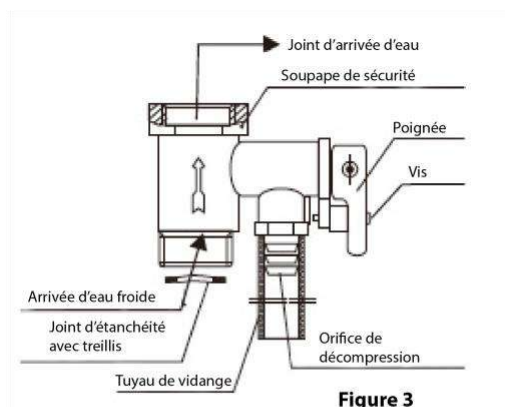

Figure 3
- Une soupape de sécurité (0,8 MPa, fournie avec les accessoires) doit être installée sur le raccord d'arrivée d'eau, conformément à la figure 3. ⚠ Vérifiez la réglementation en vigueur dans votre pays pour confirmer que l'usage de soupapes de sécurité est autorisé.
- Enroulez du ruban d'étanchéité sur le filetage pour assurer l'étanchéité. La flèche indiquée sur la soupape doit correspondre au sens du flux d'eau entrant dans le chauffe-eau (voir figure 3).
- Dans des conditions normales d'utilisation, la poignée de la soupape de sécurité (Fig. 3) doit être ouverte régulièrement afin d'éliminer les dépôts de carbonate de calcium. La méthode à suivre est la suivante : tirez la poignée de décharge vers le haut jusqu'à la position horizontale (si la poignée est équipée de vis, retirez-les à l'aide d'un tournevis avant d'effectuer cette opération), puis vérifiez si la soupape de sécurité est bloquée (s'il y a un écoulement d'eau). Si elle est bloquée, veuillez contacter le service de maintenance.